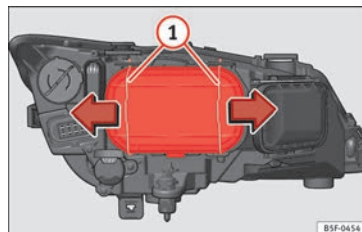

Abb. 103 Abblendlicht
- Verschieben Sie die Streben » **Abb. 103 ①** in Pfeilrichtung und nehmen Sie den Deckel ab.